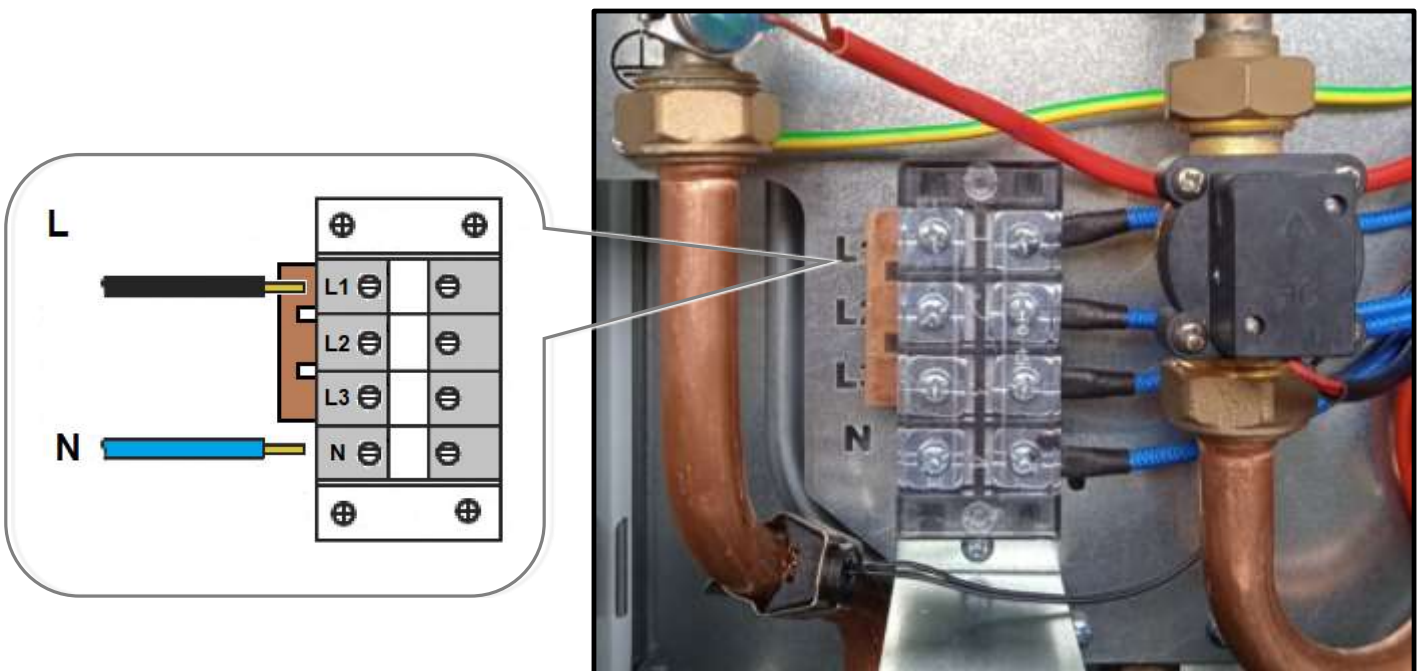

Рис. 15 Однофазное подключение
- Подключите все жилы кабеля к контактным выводам (клеммной колодке) электродкотла (См. Рис. 14 и Рис. 15)